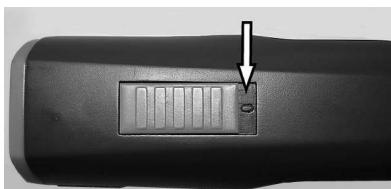

Fig. 4 Interrupteur position arrêt (« 0 »)
1. Examinez les contacts de la tondeuse (1) et de la batterie (2) sur des corps étrangers et des saletés.
2. Assurez-vous que l'interrupteur de la tondeuse est en position arrêt (« 0 ») (fig. 4).
3. Insérez la batterie (2) dans la tondeuse (3) jusqu'à le verrouillage de la batterie (1) s'enclenche des deux côtés.
4. Mettez la tondeuse avec la batterie (1) ou batterie de réserve (2) insérée sans force de haut dans la cavité de chargement en prévue.
6. La batterie se charge. Durant le chargement, la lampe de contrôle (3) est allumée rouge. Dès que la batterie est chargée à 90%, le témoin passe au vert et la station de recharge passe sur « charge de maintien ».
7. Tenez la station de recharge à une main et retirez la tondeuse (1) ou la batterie (2) par l'autre main.
1. Mettez l'interrupteur à la position arrêt « 0 » (fig. 4).
2. Appuyez le verrouillage de la batterie (2) des deux côtés vers l'intérieur et enlevez la batterie (1) de la tondeuse.